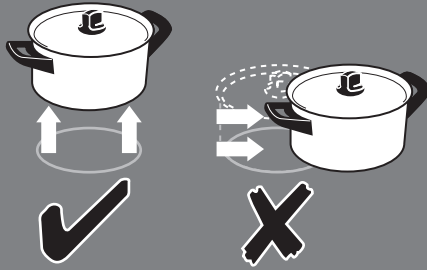

Abb.1.5
- Legen Sie auf keinen Fall **HEISSE DECKEL** auf die Herdplatte (**Abb.1.5**). Deckel, die sich zuvor auf einem heißen Topf befanden, können auf dem Glaskochfeld „haften“ oder einen „Vakuumeffekt“ verursachen. Versuchen Sie in diesem Fall **NICHT**, den Deckel von der Glasfläche abzuheben, da so das Glas beschädigt werden könnte. Schieben Sie den Deckel stattdessen zum Rand der Herdplatte und heben Sie ihn hoch. Achten Sie dabei darauf, dass auf der Herdplatte keine Kratzer zurückbleiben. Alternativ können Sie warten, bis sich der Deckel auf Raumtemperatur abgekühlt hat und das Vakuum sich aufgelöst hat. Sie können den Deckel nun von der Herdplatte nehmen.
- Beim Zubereiten von Speisen mit hohem Feuchtigkeitsgehalt kann ein „Dampfstoß“ auftreten, wenn die Backofentür geöffnet wird. (**Abb.1.5**). When opening the oven, stand well back and allow any steam to disperse.